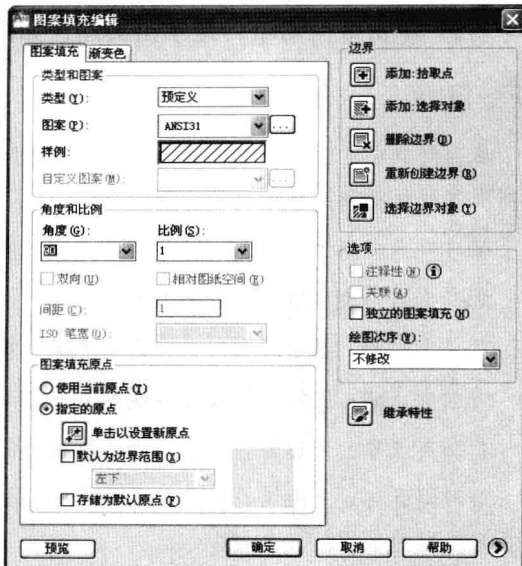

图 9-3-8
(8) 选择图案名称“ANSI31”，角度设为 90，如图 9-3-8 所示。